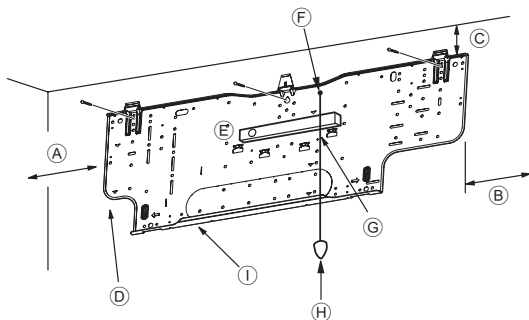
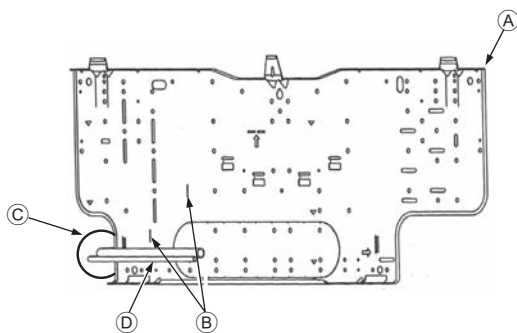

Fig. 3-4
Fig. 3-5
■ PKA-M-HA(L) (Fig. 3-4)
- ▲ Viti di fissaggio (4 x 35) ②
- ① Piastra di montaggio ①
3.3. Inserimento dei tubi nella parete (Fig. 3-5)
- ▲ Piastra di montaggio ①